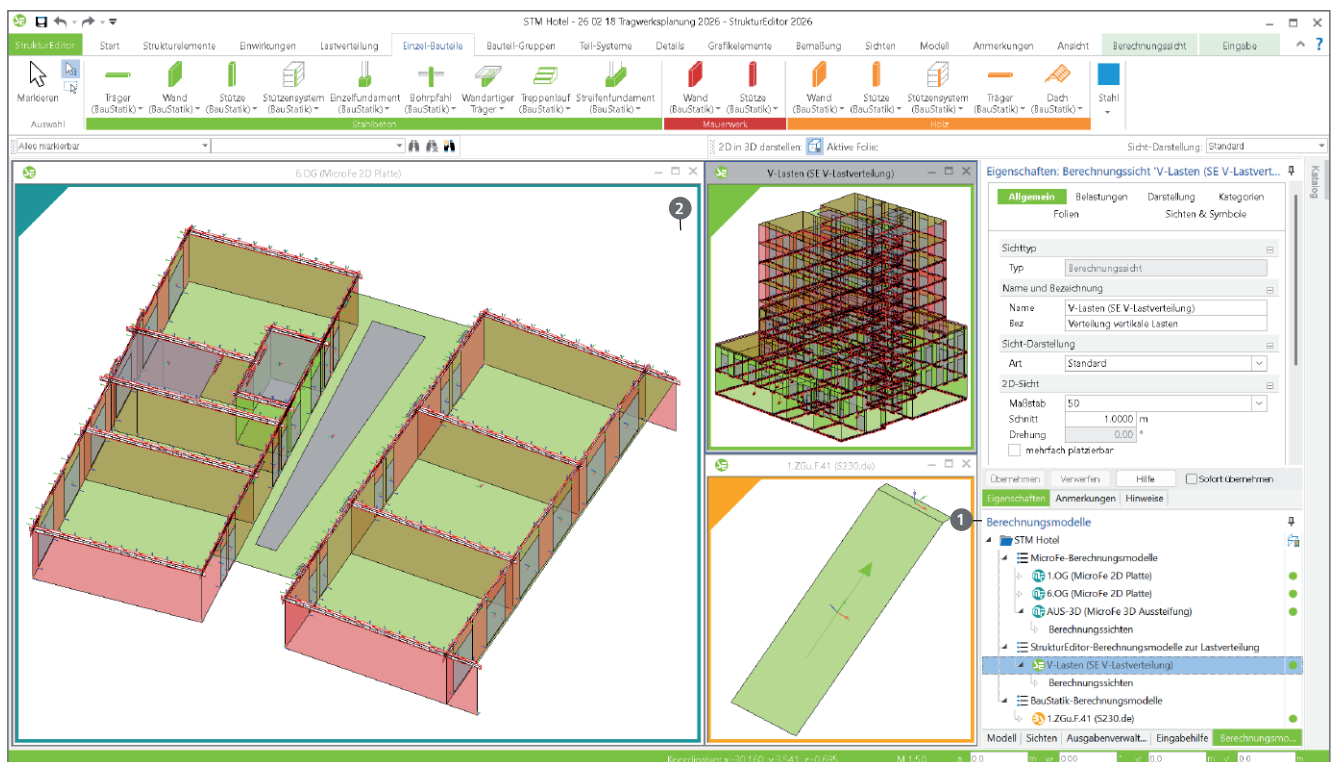

Bild 4. Berechnungsmodelle im StrukturEditor zur Vorbereitung der Bemessungsmodelle
Vorbereitungen in Form von Berechnungsmodellen sind keine „Wegwerf-Informationen“. Sie werden im StrukturEditor verwaltet, siehe Bild 4, ①. Somit stehen die gewählten Teilmengen der Berechnungsmodelle (Bild 4, ②) dauerhaft zu Verfügung und können bearbeitet oder auch verändert und angepasst werden.